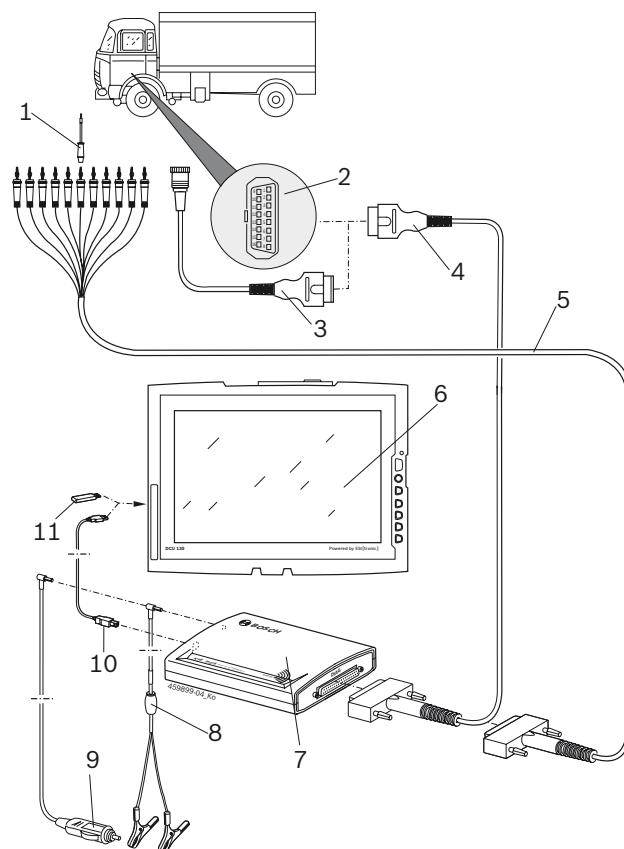

Abb. 3: Tilslutningsskema KTS Truck
- OBD-diagnoseledningen (fig. 3, pos. 4)
- OBD-diagnoseledning og yderligere via en køretøjs-spesifik adapterledning (fig. 3, pos. 3) (ekstraudstyr)
- Universal-adapterledning (fig. 3, pos. 5).